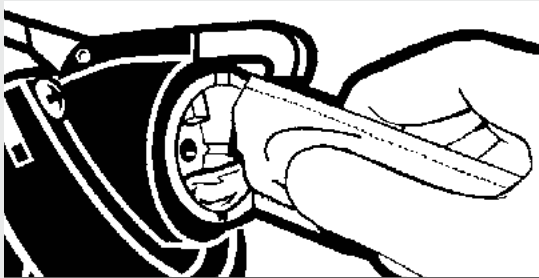

Figure 1.
- Appliquer une fine couche de gelée de pétrole sur la face intérieure du distributeur Insta-Flo^{MC}. Cette étape facilitera le nettoyage de la face du distributeur et prolongera la durée de vie utile du distributeur Insta-Flo^{MC}. (Voir Figure 1.)
- À l'aide de la clé fournie dans la trousse d'assemblage pistolet/flexible, bien serrer les flexibles des vannes « A » et « B ». Appliquer une couche de vaseline sur la face intérieure du distributeur Insta-Flo^{MC}. (Voir Figure 1.)